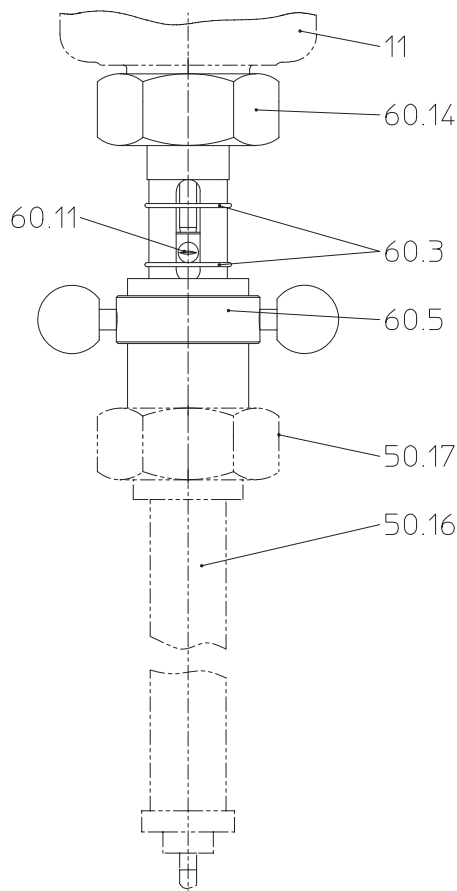

Рис. 5
- Монтаж устройства для регулирования вручную осуществляется между клапаном (поз. 11) и исполнительным приводом (поз. 50.16) терморегулятора (Рис. 5).